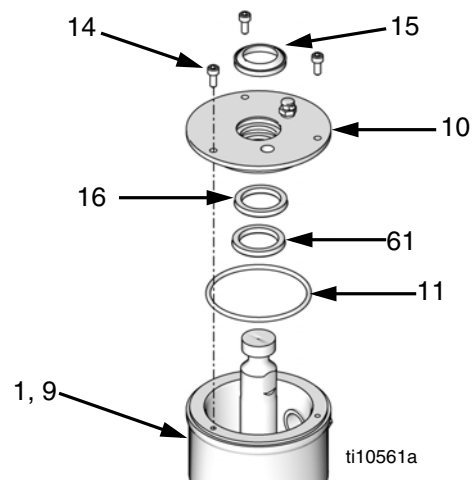

FIG. 31
26. Instale junta tórica (11), rascador de copa húmeda (15), junta (16) y anillo elástico (61) nuevos en la cubierta de la copa húmeda (10). Consulte FIG. 31.
27. Deslice con cuidado la cubierta de la copa húmeda (10) sobre la varilla de desplazamiento. Alinee los agujeros de la cubierta y la copa húmeda. Introduzca los tornillos (14). Use un destornillador de cabeza hexagonal para apretar los tornillos. Consulte FIG. 31.